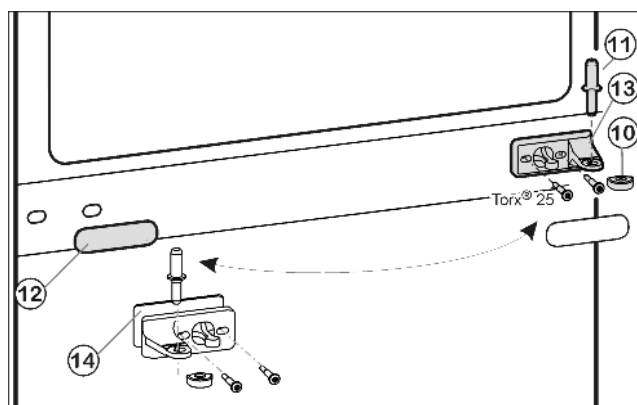
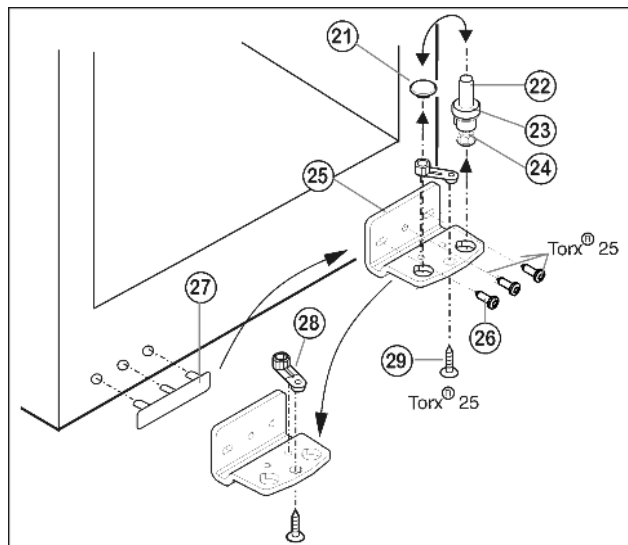

Fig. 5
Fig. 6
- ▶ Вытащите из опорного кронштейна и нижней дверцы средний опорный винт *Fig. 5 (11)*.
- ▶ Снимите пластмассовый колпачок *Fig. 5 (10)*.
- ▶ Открутите средний опорный кронштейн *Fig. 5 (13)* (2 шт. Torx® 25).
- ▶ Осторожно снимите накладку *Fig. 5 (12)*.
- ▶ Прикрутите средний опорный кронштейн *Fig. 5 (13)* с подкладкой *Fig. 5 (14)* с поворотом на 180° на новую сторону шарнира (с моментом 4 Нм).
- ▶ Защелкните накладку *Fig. 5 (12)*, повернув на 180°, на стороне, где теперь будет ручка.
- ▶ Извлеките опорный винт *Fig. 6 (22)* в комплекте с шайбой *Fig. 6 (23)* и регулируемой опорой *Fig. 6 (24)*, вытягивая его вверх.
- ▶ Снимите пробку *Fig. 6 (21)*.
- ▶ Открутите *Fig. 6 (26)* опорный кронштейн *Fig. 6 (25)*.
- ▶ Открутите *Fig. 6 (29)* опорную деталь *Fig. 6 (28)* и, переставив в отверстие на противоположной стороне опорного кронштейна, снова прикрутите.
- ▶ Осторожно снимите и переставьте на противоположную сторону крышку со стороны ручки *Fig. 6 (27)*.
- ▶ Снова прикрутите опорный кронштейн *Fig. 6 (25)* на новой стороне шарнира (с моментом 4 Нм). При необходимости используйте аккумуляторный шуруповерт.
- ▶ Переставьте пробку *Fig. 6 (21)* в свободное отверстие.
- ▶ Вновь установите опорный винт *Fig. 6 (22)* в комплекте с шайбой и регулируемой опорой. При этом фиксатор должен быть направлен назад.
- ▶ Установите нижнюю дверцу сверху на нижний опорный винт Fig. 6 (22).
- ▶ Снова наденьте пластмассовый колпачок Fig. 5 (10) на средний опорный кронштейн Fig. 5 (13).
- ▶ Вставьте средний опорный винт Fig. 5 (11) на новой стороне шарнира через средний опорный кронштейн Fig. 5 (13) в нижнюю дверцу.
- ▶ Установите верхнюю дверцу на средний опорный винт Fig. 5 (11).
- ▶ При необходимости выровняйте дверцы через два продольных паза в нижнем опорном кронштейне Fig. 6 (25) и среднем опорном кронштейне Fig. 5 (13) параллельно корпусу устройства. Для этого выкрутите средний винт на нижнем опорном кронштейне Fig. 6 (25).